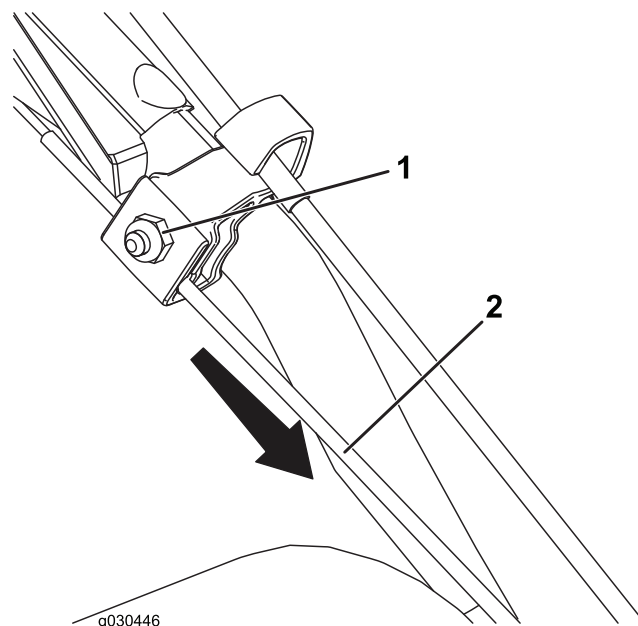

Figure 24
1. Desserrez l'écrou sur le collier supérieur du câble, mais ne le retirez pas (Figure 24).
2. Tirez le câble vers le bas pour le tendre presque complètement (Figure 24).
3. Serrez l'écrou (Figure 24).